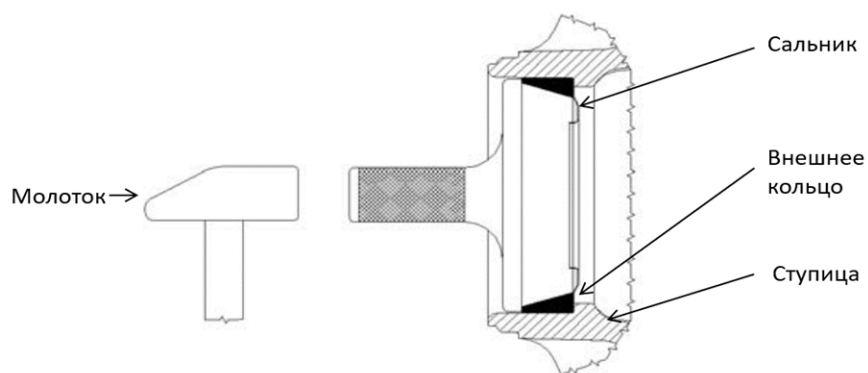

рисунок 49 — Установка новых внешних колец
3. Вставьте внешние кольца (см. рисунок 49).